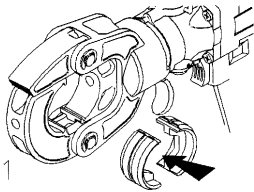

Bild 1
Zur Inbetriebnahme des P-60-CK müssen die benötigten Presseinsatzhälften eingesetzt werden. Die beiden Presseinsatzhälften (Bild 1) lagerichtig in den oberen (1) und unteren (2) Presseinsatzhalter einschieben, bis sie eingerastet sind.